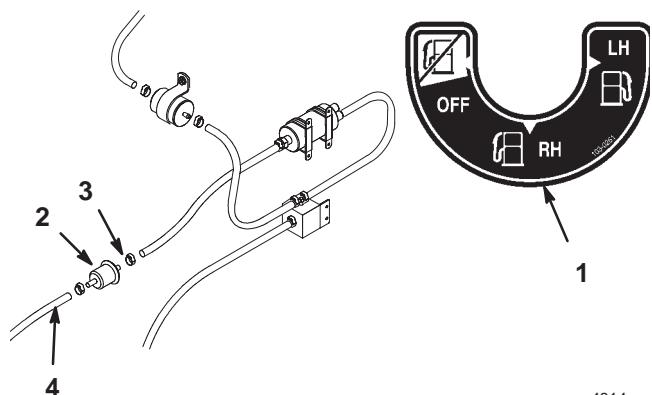

Figure 41
2. Fermez le robinet d'arrivée de carburant (Fig. 41).
3. Desserrez le collier de flexible au niveau du filtre à carburant basse pression et repoussez-le le long de la conduite d'alimentation pour l'éloigner du filtre (Fig. 41).
4. Débranchez la conduite d'alimentation du filtre basse pression (Fig. 41). Ouvrez le robinet d'arrivée de carburant et laissez l'essence s'écouler dans un bidon ou un bac de vidange.
5. Raccordez la conduite d'alimentation au filtre. Placez le collier de flexible près du filtre pour fixer la conduite d'alimentation (Fig. 41).